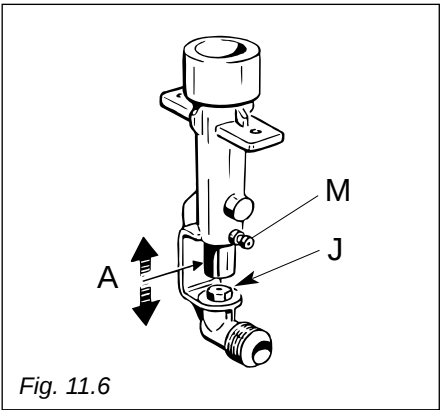

Fig. 11.6
- Desserer la vis “M” de chaque porte-injecteur et soulever complètement le tube de réglage d'air “A” (fig. 11.6).